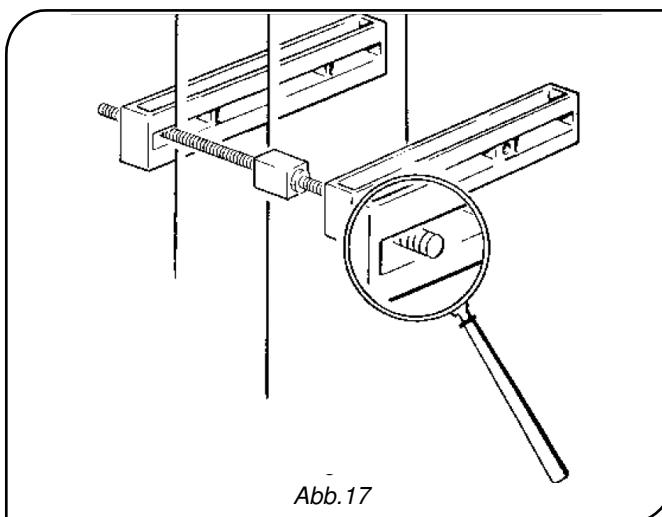

Abb. 17
- Sicherstellen, dass die Stütz- und Befestigungsstrukturen keine offensichtlichen Beschädigungen aufweisen (Abb.17);